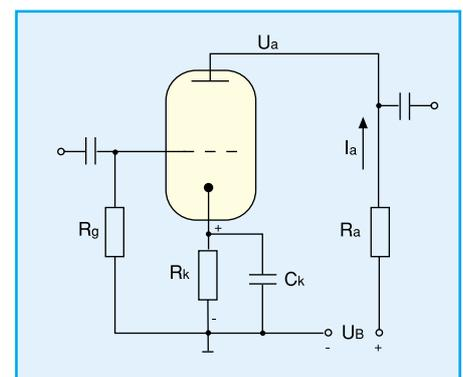
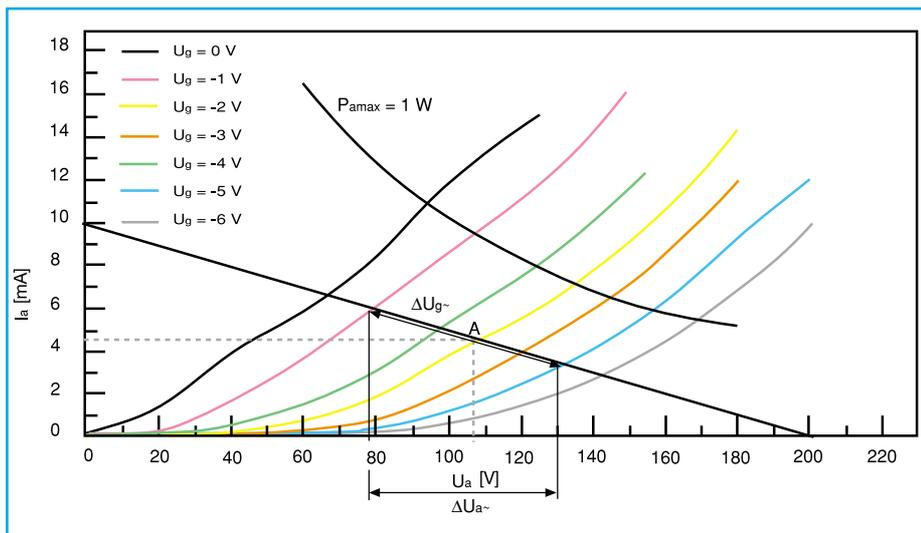

Bild 16: Triodenverstärkerstufe in Katodenbasisschaltung
Bild 17: Kennlinienfeld der Vorstufentriode ECC 82 (ein System)
Betrachten wir einmal den Fall des Lastwiderstands als ohmscher Widerstand R_a (Abbildung 16). Der durch die Röhre und den Widerstand R_a fließende Anodenstrom ist eine Funktion sowohl der spezifischen Röhrendaten als auch des Wertes des Lastwiderstandes R_a , denn nach (13) und (14) erkennen wir klassische Beziehungen des ohmschen Gesetzes zwischen Betriebs- und Anodenspannung, Anodenstrom und Lastwiderstand. Vereinfacht man diese Beziehung durch die Festlegung von $U_a = U_B$, folgt $I_a = 0$ und für $U_a = 0$, wird
Aus diesen Werten entsteht die sogenannte Widerstandsgerade des im Anodenkreis wirksamen Lastwiderstands, die für die Werte $R_a = 20 \text{ k}\Omega$ und $U_B = 200 \text{ V}$ in Abbildung 17 eingetragen ist. Diese stellt das Kennlinienfeld der betrachteten Vorstufenröhre ECC 82 dar, deshalb der relativ hochohmige Lastwiderstand.
bei „A“ in Abbildung 17, erhält man bei gegebenem Lastwiderstand anhand der Kennlinie sofort folgende Werte:
In unserem Beispiel in Abbildung 17 wird danach
Berechnung der Spannungsverstärkung am Beispiel in Abbildung 16:
Liegt am Gitter eine Wechselspannung, so erhält man (wie im Kennlinienfeld Abbildung 17 dargestellt) einen sich zeitlich ändernden Anodenstrom $i_a(t) = I_a + i_a \sin \omega t$ (19)
Der Spannungsverstärkungseffekt der Triodenverstärkerstufe in Abbildung 16 ist mit Hilfe von Abbildung 17 leicht nachzuvollziehen.
Betrachten wir wiederum die Grundschaltung der Triode nach Abbildung 16, gilt dort die Gleichung für die aus der Anodenspannung entnommene Gleichstromleistung (wir setzen voraus, es liegt keine Wechselspannung am Gitter):
Zur Veranschaulichung ist in der Abbildung 17 die Verlustleistungshyperbel für $P_{a\max} = 1\text{ W}$ eingetragen - ein praktisch bereits handhabbarer Wert für ein System der gewählten Vorstufenröhre ECC 82.